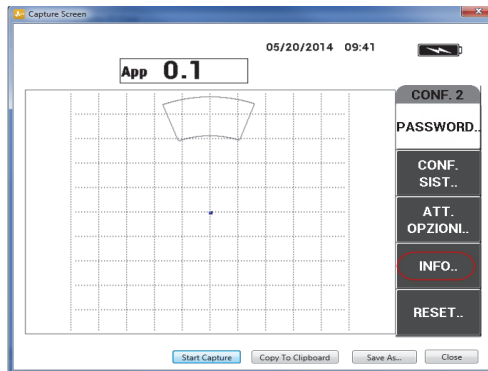

Figura 7-3 Il menu INFORMAZIONI
2. Premere il tasto **D** per selezionare il menu INFORMAZIONI (vedere Figura 7-3 a pagina 193).